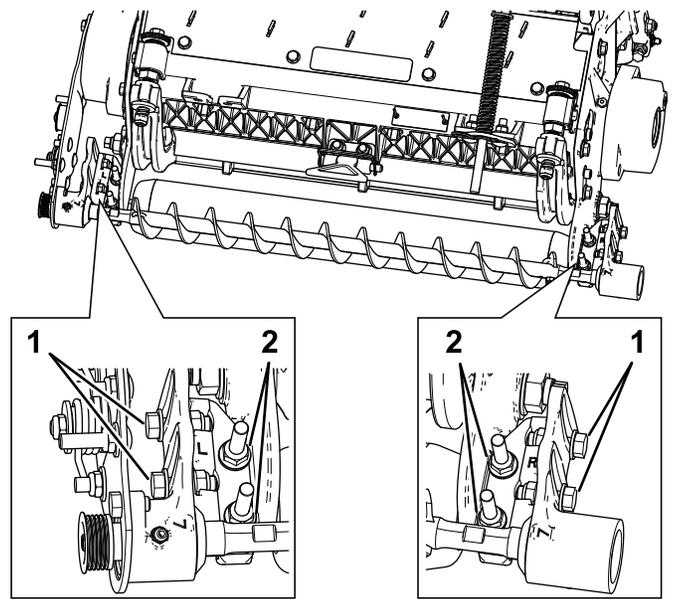

图 13
- 松开将滚筒刷安装支架固定到滚刀组侧板上的 2 个凸缘锁紧螺母 图 13。
- 旋转滚筒刷轴承座直到滚筒刷侧板与滚刀组侧板保持平行 图 13。
- 拧紧将滚筒刷安装支架固定到滚刀组侧板上的 2 个凸缘锁紧螺母 图 13。
- 松开将每个滚筒刷轴承座固定到滚筒刷安装支架上的 2 个螺栓 图 13。